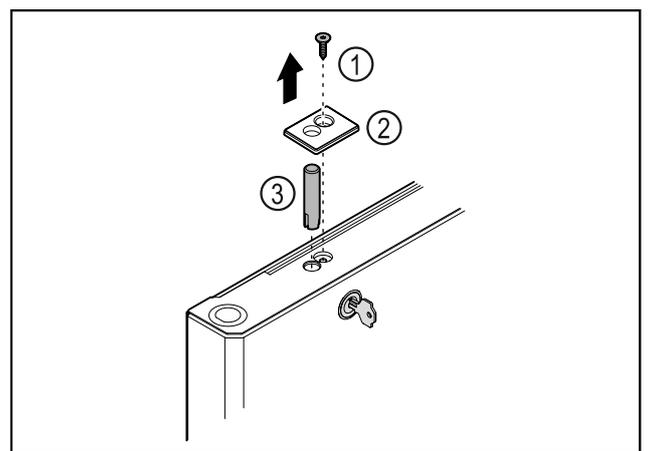

Fig. 42
- ▶ 移除螺栓 Fig. 42 (1)。
- ▶ 使用小型螺丝刀松开并取下盖板 Fig. 42 (2)。
- ▶ 拔出锁销 Fig. 42 (3)。